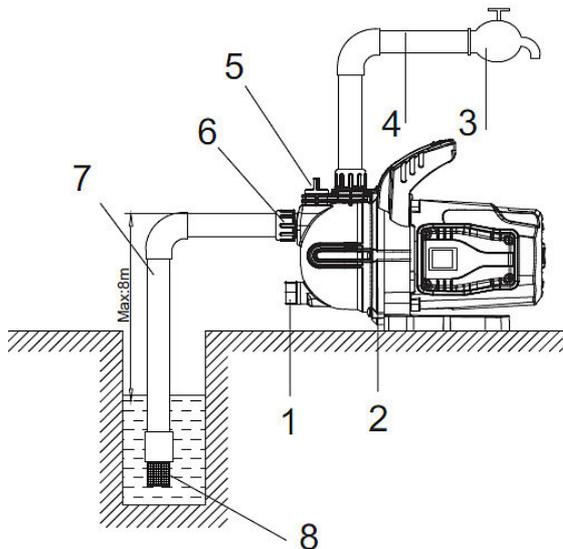

Abb. 9: Anschluss der Saugleitung GP 1005 C
Schritt 2: Schließen Sie die Saugleitung (7, Abb.9) an der Pumpe an. Die Saugleitung sollte mindestens einen Innendurchmesser von 25 mm haben und muss knick-, druck und vakuumfest sein. Halten Sie die Saugleitung so kurz wie möglich, da mit zunehmender Länge die Pumpenkapazität abnimmt.
Schritt 3: Montieren Sie die Saugleitung (7, Abb.9) aufsteigend und mit höchstens einen Bogen zur Pumpe um Luft einschüsse zu vermeiden.
Schritt 4: Setzen Sie das Ventil (8, Abb.9) am Ende der Saugleitung ins Wasser (ca. 30 cm vom Boden entfernt) und sorgen Sie dafür, dass immer eine ausreichende Wasserversorgung gewährleistet ist.
Die Druckleitung (4, Abb.9) befördert die Flüssigkeit, die gefördert werden soll, von der Pumpe zur Entnahmestelle. Zur Vermeidung von Strömungsverlusten empfiehlt sich die Verwendung einer Druckleitung, die mindestens den gleichen Durchmesser hat wie der Druckanschluss der Pumpe.
Schritt 1: Entfernen Sie die Verschlusschraube (5, Abb.9) am Einfüllstutzen und gießen Sie sauberes Wasser hinein bis die Pumpe komplett mit Wasser gefüllt ist.
Schritt 2: Verschließen Sie den Einfüllstutzen (5, Abb.9) wieder mit der Verschlusschraube.